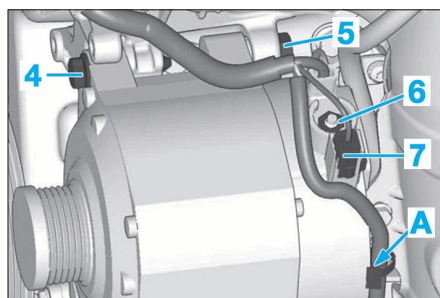

FIG. 15
- l'obturateur de l'écrou (6) (Fig.15).
- l'écrou de fixation (6)
- la vis (4).
- Débrancher le connecteur (7).
- Décliper et écarter le faisceau électrique en (A).
- Desserrer la vis de fixation (5).